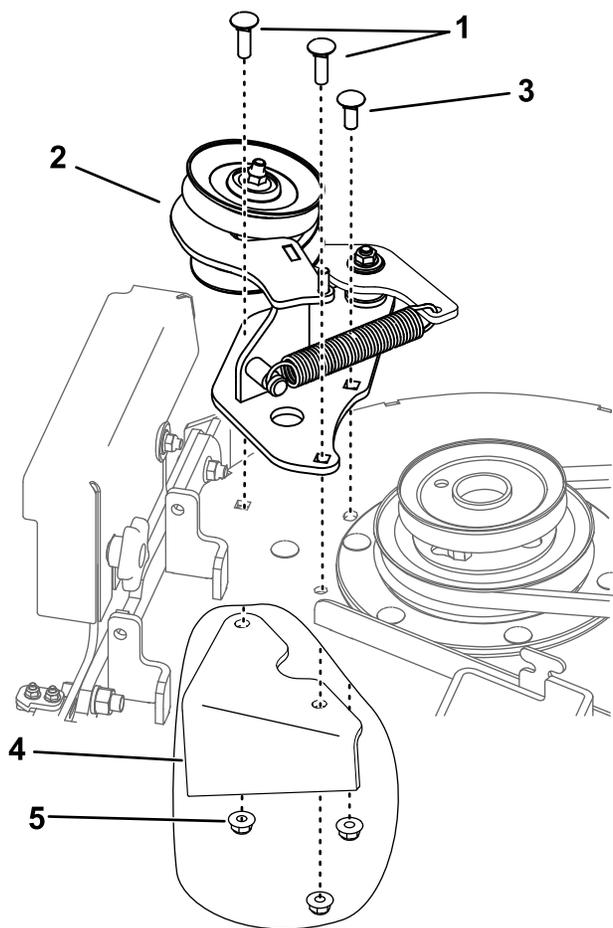

Figura 5
3. Usando las 3 tuercas que retiró anteriormente, 1 perno de 3/8" x 1 1/4" y 2 pernos de cuello cuadrado de 3/8" x 1", instale el conjunto de tensor en la carcasa de corte (Figura 5).
10. Usando las 3 tuercas que retiró anteriormente, 1 perno de $\frac{3}{8}$ " x $1\frac{1}{4}$ " y 2 pernos de cuello cuadrado de $\frac{3}{8}$ " x 1", instale el conjunto de tensor en la carcasa de corte (Figura 5).